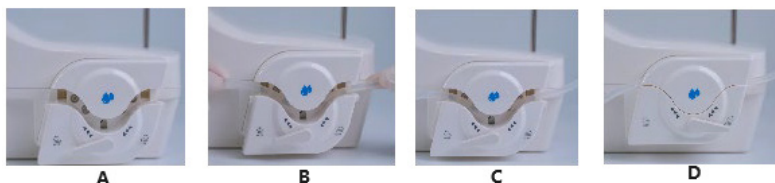

Fig.2
El pedal de control del Surgic Star SE/Surgic Star no debe activarse cuando la puerta de la bomba peristáltica esté abierta (Fig.2-Ref.A). Las piezas móviles podrían lesionar al operador.
- a) Abra la puerta (Fig.2-Ref.A) hasta el tope.
- b) Colocar el tubo en el rodete (Fig.2-Ref.B,C).
- c) Cierre completamente la puerta (Fig.2-Ref.D).
El pedal de control de la Surgic Star SE/Surgic Star no debe activarse cuando la puerta de la bomba peristáltica esté abierta. (Fig.2-Ref.A). Las piezas móviles podrían lesionar al operador.